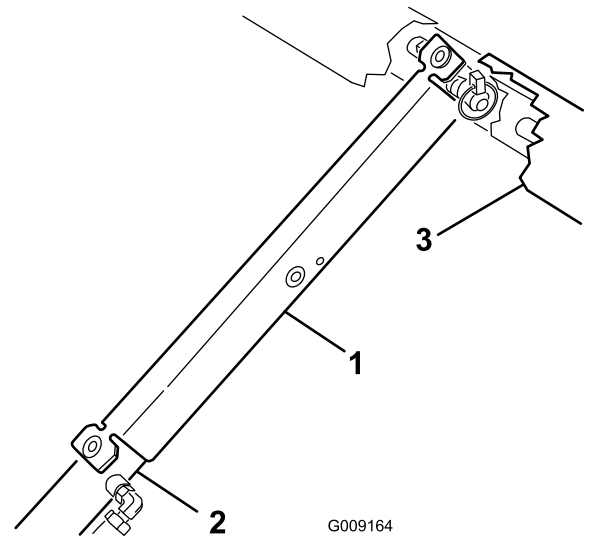

Bild 33
3. Schieben Sie die Ladepritschenstütze auf die Zylinderstange. Achten Sie darauf, dass die Stützenendnasen auf dem Ende der Zylindertrommel und auf dem Ende der Zylinderstange aufliegen (Bild 33).